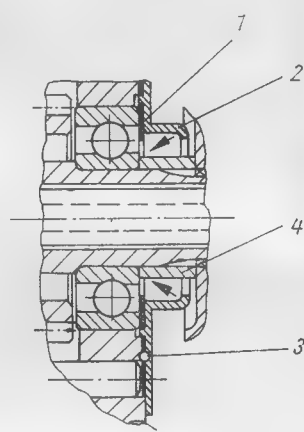

Bild 186. Dichtkappe Schafttrad
Die Lippe am Dichtring in der Dichtkappe leicht einfetten – Abstandshülse (4 im Bild 186) aufschieben. Getriebekettenrad (Ausparung nach dem Motor zu) und Sicherungsblech aufstecken. Mutter SW 27 mit 60_{-12} Nm ($6_{-1,2}$ kpm) anziehen (Rechtsgewinde!), dabei den Gegenhalter (2) zu Hilfe nehmen und das Sicherungsblech (1) anlegen.